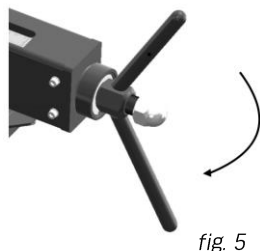

fig. 5
3. Tenez la pièce à travailler en place et serrez la matrice de pressage en tournant la poignée dans le sens horaire (fig. 5).